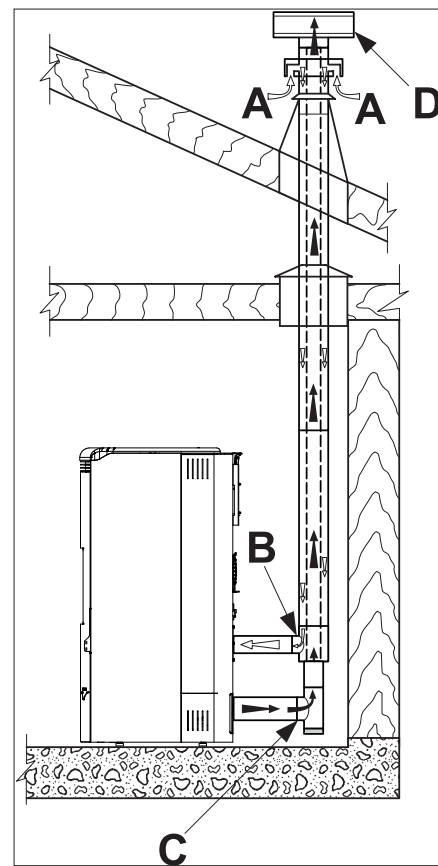

Abb. 5.4c
- die Verbrennungsluft unter Verwendung eines koaxialen Abgasrohrs zum Ausstoßen der Dämpfe und zum Abziehen der Luft kanalisieren; Daher ist es nicht erforderlich, einen klassischen Lufteinlass im Raum vorzusehen (Abb. 5.4c A, B = Lufteinlass C, D = Rauchauslass);